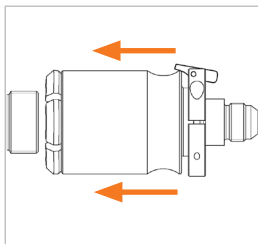

Abbildung 2
▶ Schieben Sie den Adapter an der Schiebehülse (Pos. 1) nach vorne auf den Behälter auf (Abbildung 2).